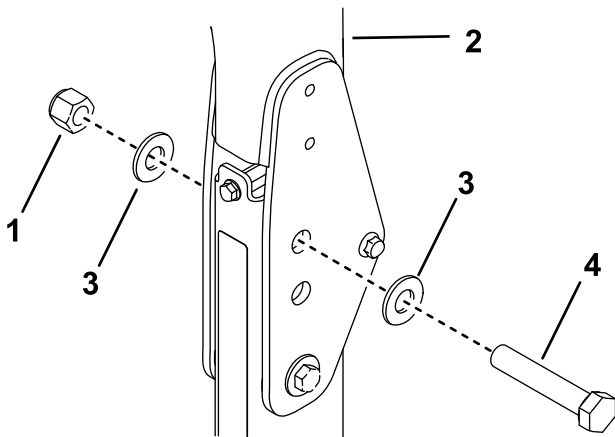

Bild 34
2. Legen Sie eine Scheibe (13/16" x 1 1/2") auf jede Schraube (3/4" x 4"), wie in Bild 34 abgebildet.
3. Setzen Sie die Schrauben und Scheiben in die Löcher ein, aus denen Sie die Stifte entfernt haben (Bild 34).
4. Legen Sie eine weitere Scheibe auf jede Schraube und befestigen sie mit der Mutter (3/4"), wie in Bild 34 abgebildet.